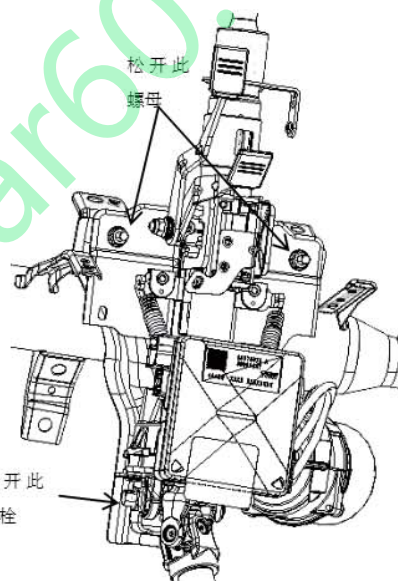

图 6-10 拆下电动助力转向管柱
① 拔下所有与管柱连接的线束。
② 松开管柱上安装点的螺母与下安装点的螺栓，如图 6-10 所示，取下转向管柱及万向节。